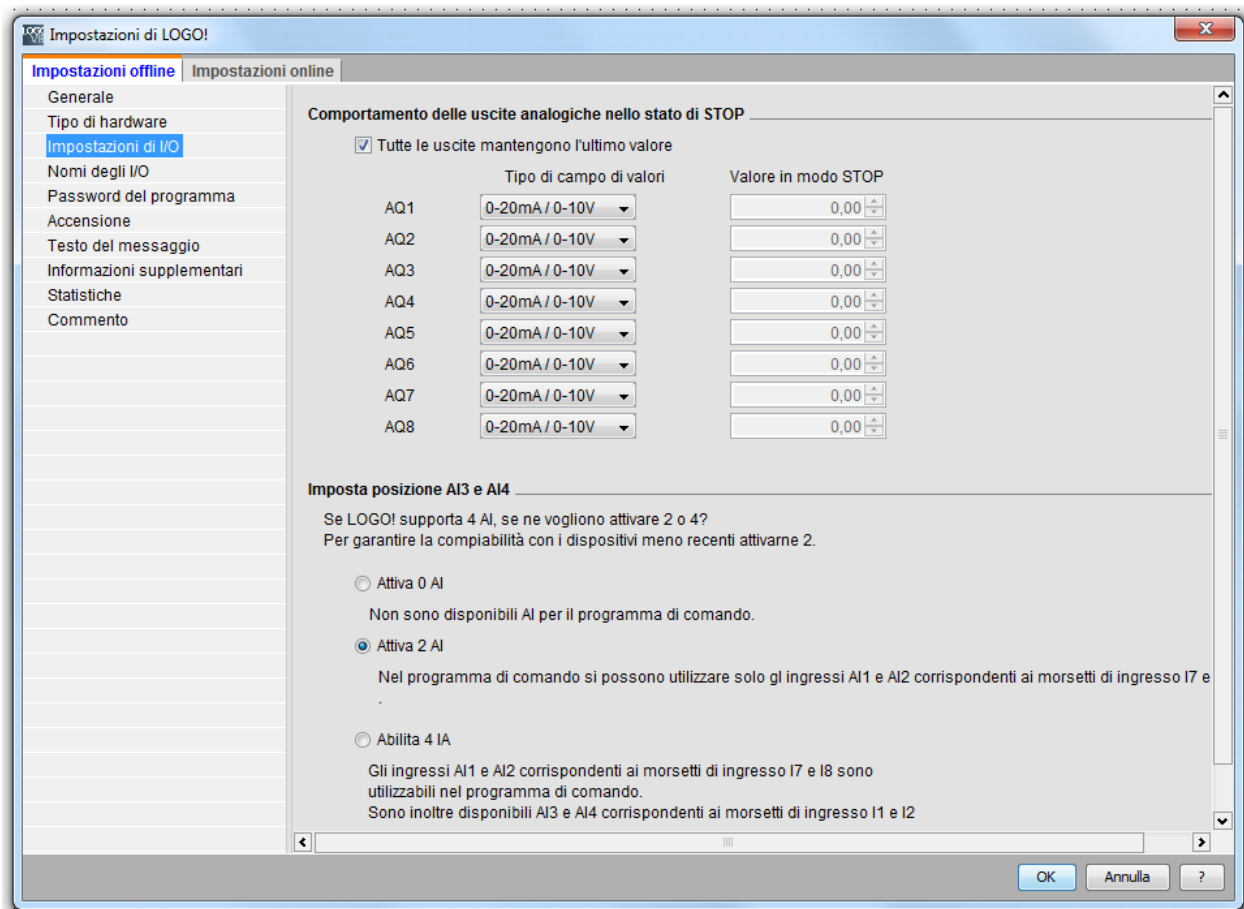

Figura 10
- *Impostazioni di I/O*: abilitare il numero di ingressi analogici onboard (solo per la versione 12/24V DC e 24V DC) e scegliere la tipologia di trasduttore collegato alle uscite analogiche (**Figura 10**)